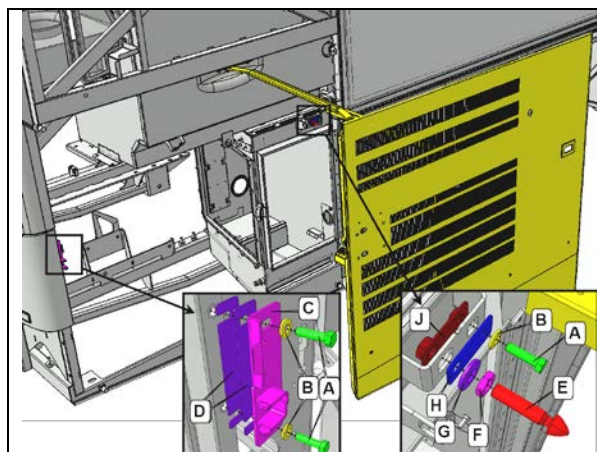

Figure 109: INSTALLATION DE LA PORTE - SYSTÈME DE LOQUET
1. Pour ajuster la position, la porte doit pouvoir bouger librement. Vous devrez donc enlever la goupille E et la plaque de butée C (Figure 109).